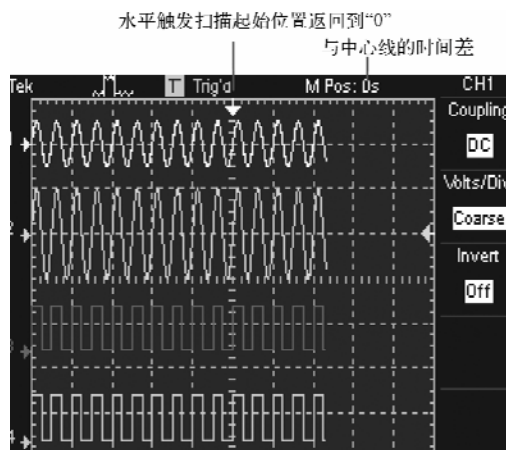

图 5-160 水平触发扫描起始位置返回到“0”
3) Set To Zero  水平向触发扫描返“0”位按钮：单击 Set To Zero  按钮，水平向扫描起始返回到“0”位置，如图 5-160 所示。